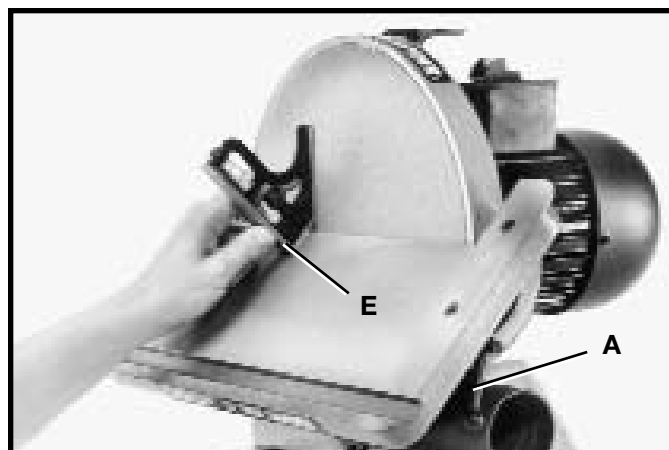

Fig. 16
1. Afloje las agarraderas de cierre de mesa, una de las cuales aparece en (A) Fig. 16, incline la mesa a la posición de 45 grados hacia abajo, como aparece en la Fig. 16, y apriete las agarraderas de cierre de la mesa. Coloque una escuadra (E) Fig. 16 sobre la mesa y contra el disco para comprobar que el disco se encuentra a 45 grados de la superficie de la mesa. Haga lo siguiente si resulta necesario efectuar cualquier ajuste: